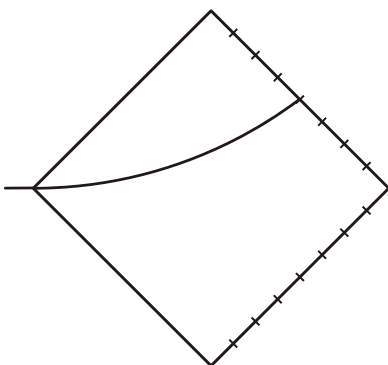

Fig. 3: desvio do feixe de elétrons pelo meio da escala à beira da tela luminescente
- Elevar lentamente a corrente que atravessa o par de bobinas de Helmholtz em $2 I_H$, até que o feixe de elétrons na beira da tela luminescente passe pelo meio da escala (veja fig. 3).